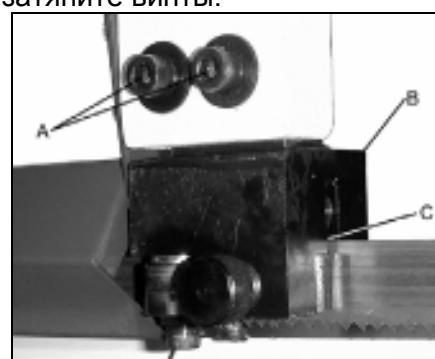

Рис. 12
Ослабьте винты (A, рис. 12) и установите задний ролик на расстояние примерно 0,1 мм от спинки пильного полотна (C).